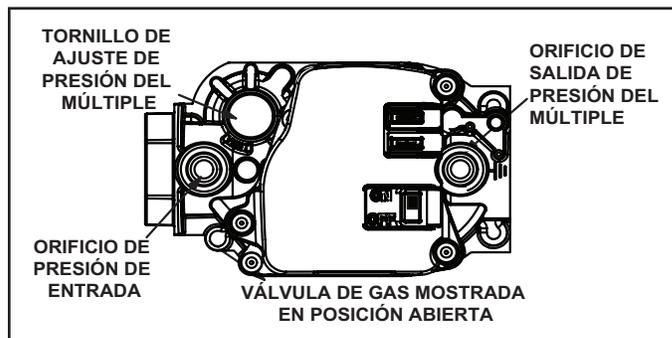

FIGURA 28
Operación de la válvula de gas (FIGURA 28)
- 6 - Mueva el interruptor en la válvula de gas a la posición OFF (apagado). No lo fuerce. Ver FIGURA 28.
- 8 - Mueva el interruptor en la válvula de gas a la posición ENCENDIDO. No lo fuerce. Ver FIGURA 28.